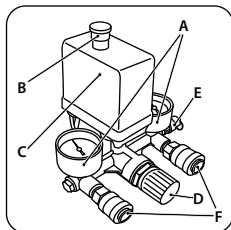

рис. 11
Компрессор работает полностью автоматически при помощи реле давления (С) (рис. 11), останавливающего двигатель по достижении максимального давления и запускающего компрессор при падении давления до минимального установленного уровня (на 2 бара меньше максимального рабочего давления).
При помощи выходного редуктора и манометра расхода выходного воздуха возможна регулировка выходного давления сжатого воздуха. Для выполнения этой операции достаточно повернуть вентиль редуктора (D) по часовой стрелке для увеличения давления, а против часовой стрелки — для уменьшения давления. Закончив работу, рекомендуется перевести значение выходного давления на нуль по манометру (А) (рис. 11). Эта операция нужна для предотвращения увеличения погрешности и быстрого износа редуктора.
Подключение пневматического инструмента к компрессору осуществляется с помощью выходного быстросъемного штуцера (F) (рис. 11).